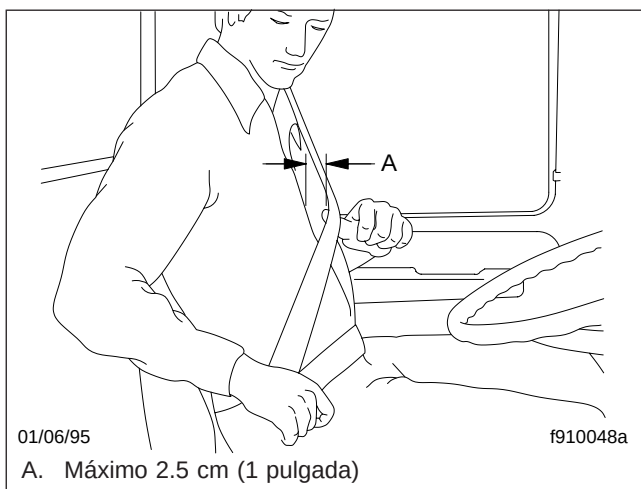
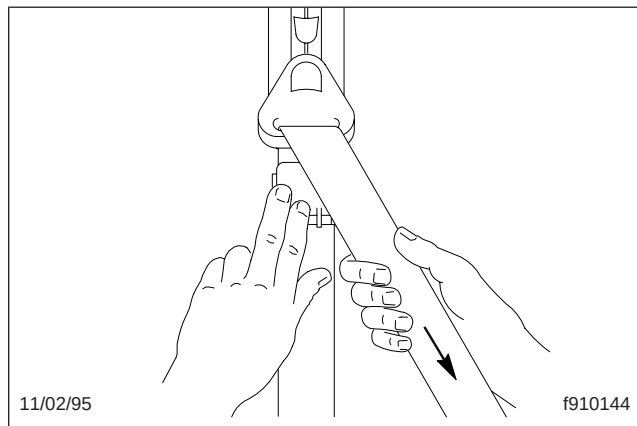

Figura 5.17, Ajuste de la holgura del cinturón del hombro
Figura 5.18, Cómo trabar el cierre Komfort Latch
4. Si se desea, trabe el cierre Komfort Latch. Vea la **Figura 5.17** cómo ajustar el cinturón del hombro y la **Figura 5.18** cómo trabar el cierre Komfort Latch.